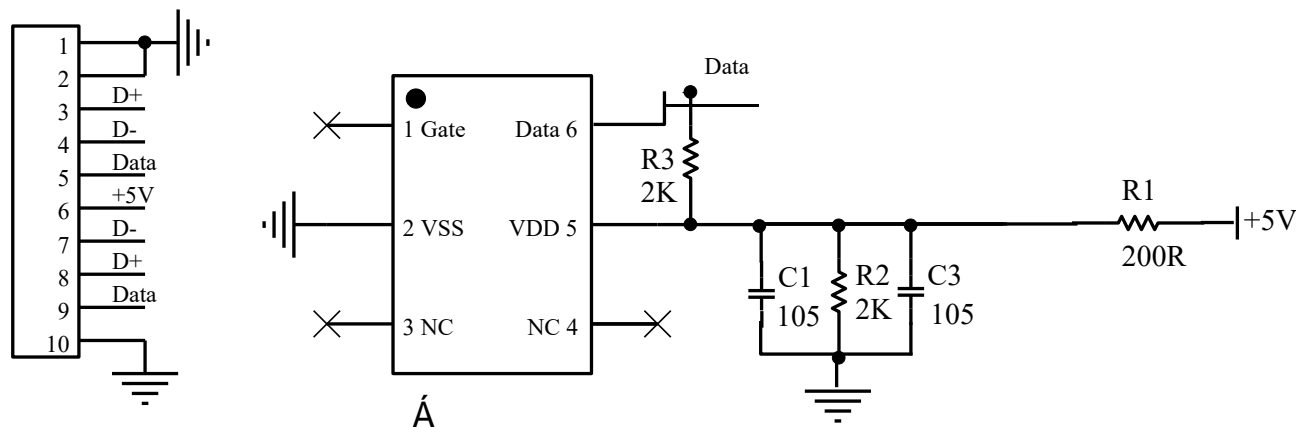

图1 不加 MOS 管电路原理图
- 不加 N-Channel MOSFET，参考图 1 电路原理图。